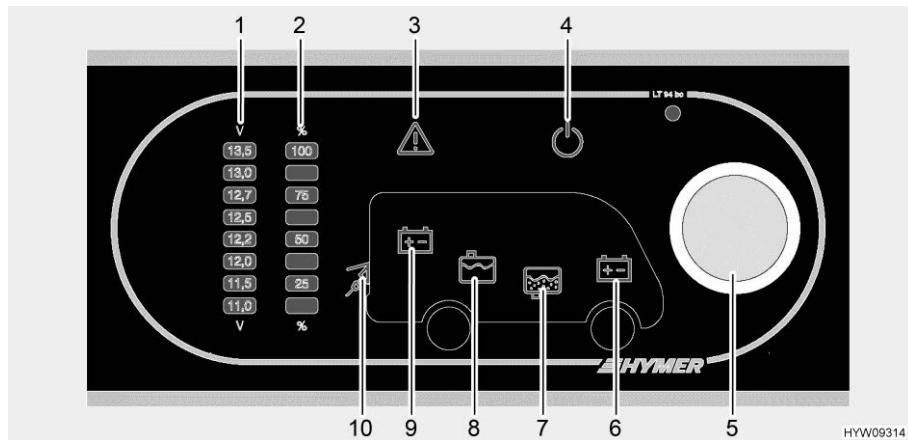

Fig. 134 Pannello di controllo (LT 94)
Il pulsante a rotazione (Fig. 134,5) inserisce o disinserisce il pannello di controllo e l'alimentazione a 12 V dell'abitacolo.
- Premere il pulsante a rotazione (Fig. 134,5): L'alimentazione a 12 V dell'abitacolo è inserita. La spia di controllo a 12 V (Fig. 134,4) diventa verde.
- Premere il pulsante a rotazione (Fig. 134,5): L'alimentazione a 12 V dell'abitacolo è disinserita. La spia di controllo a 12 V (Fig. 134,4) si spegne.
Mediante il pulsante a rotazione (Fig. 134,5) si possono interrogare sia la tensione della batteria dell'abitacolo che la tensione della batteria di avviamento. La tensione viene visualizzata sulla scala indicatore per la tensione della batteria (Fig. 134,1).
- Ruotare il pulsante a rotazione (Fig. 134,5), finché si accende il simbolo della batteria della quale deve essere interrogata la tensione.
Viene indicata la tensione della batteria dell'abitacolo (Fig. 134,9)
Viene indicata la tensione della batteria di avviamento (Fig. 134,6)
- Leggere la tensione sulla scala indicatore della tensione della batteria (Fig. 134,1).
Mediante il pulsante a rotazione (Fig. 134,5) si possono interrogare sia il livello del serbatoio dell'acqua che il livello del serbatoio delle acque grigie. Il livello viene visualizzato sulla scala indicatore livello dei serbatoi (Fig. 134,2).
- Ruotare il pulsante a rotazione (Fig. 134,5), finché si accende il simbolo del serbatoio del quale deve essere interrogato il livello.
Viene indicato il livello del serbatoio dell'acqua (Fig. 134,8)
Viene indicato il livello del serbatoio delle acque grigie (Fig. 134,7)
- Leggere il livello sulla scala indicatore del livello serbatoio (Fig. 134,2).
La spia luminosa Alarm (Fig. 134,3) lampeggia non appena i valori limite fissati vengono superati per eccesso o per difetto.
La spia luminosa Alarm (Fig. 134,3) lampeggia non appena la tensione della batteria scende al di sotto di 11 V. Se l'alimentazione a 12 V è accesa, si accende anche il relativo simbolo della batteria (Fig. 134,6 o 9), e l'indicatore "11,0" sulla scala indicatore della tensione della batteria (Fig. 134,1) lampeggia. Rischio di uno scaricamento totale della batteria.
La spia luminosa Alarm (Fig. 134,3) lampeggia ed il relativo simbolo del serbatoio (Fig. 134,7 o 8) si accende non appena il serbatoio dell'acqua è vuoto o il serbatoio delle acque grigie è pieno.
La spia di controllo a 230 V (Fig. 134,10) si accende quando all'ingresso della centralina elettrica è presente una tensione di rete.